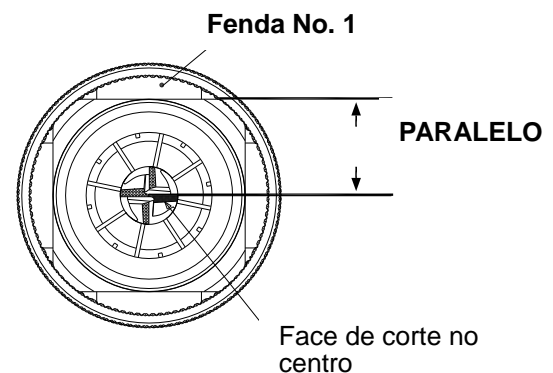

Fig. 14
- Retire o mandril girando-o no sentido anti-horário. Confirme que a face de corte no centro esteja paralela à **Fenda No. 1**. Caso contrário, é necessário reposicioná-la. (**Fig. 14**)